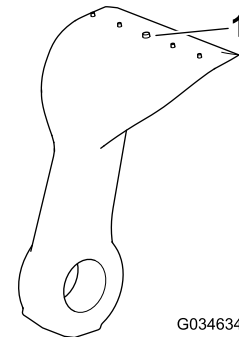

図 22
- 各ブレードの摩耗ラインを見て、摩耗の程度を確認する 図 22。摩耗ラインまで摩耗が進んだブレードは交換する。